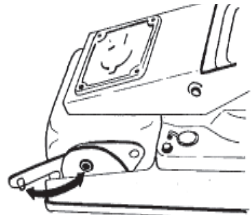

図6
- ※ このプラグをつなぐと、バルブが閉じて完全な吸引力を得ることができます。図6のようにプラグを取り外すと空気が入り、自動・手動のどちらでも作動させても、最大陰圧20～27kPa(150～200mmHg)となります。幼児に使用する場合など最大陰圧を制限するときに適用します。